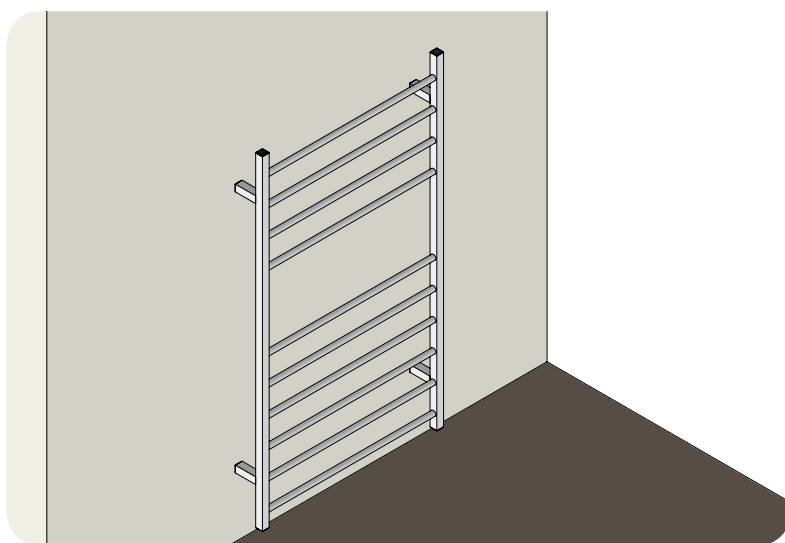

Figura 27 – Posição de instalação do Toalheiro
10. A correta instalação do Toalheiro se dá quando todos os 4 (quatro) apoios tocam a parede simultaneamente (Figura 27).